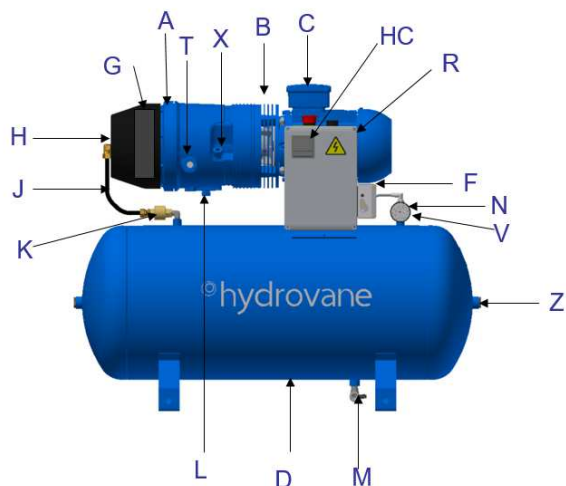

Fig 6.1 Récepteur monté
6.1 Le groupe compresseur (Fig. 6.1, 6.2)